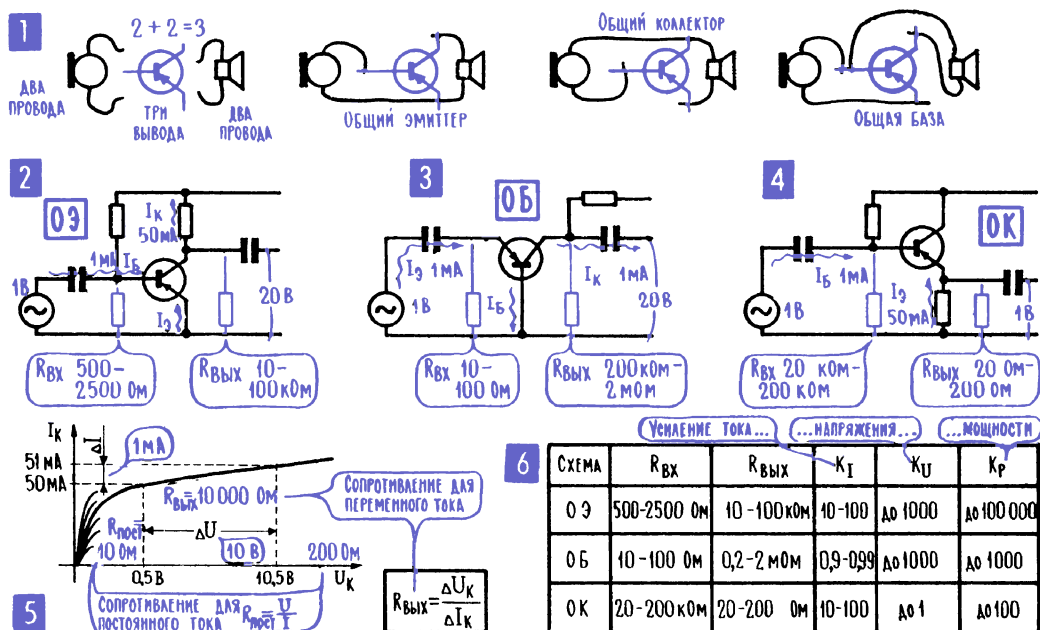
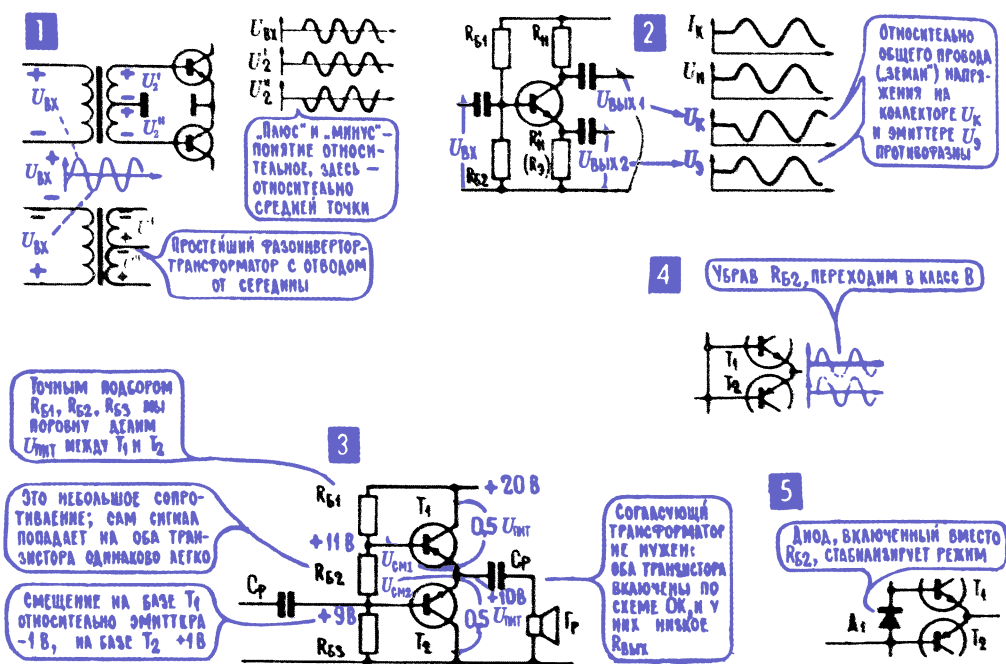
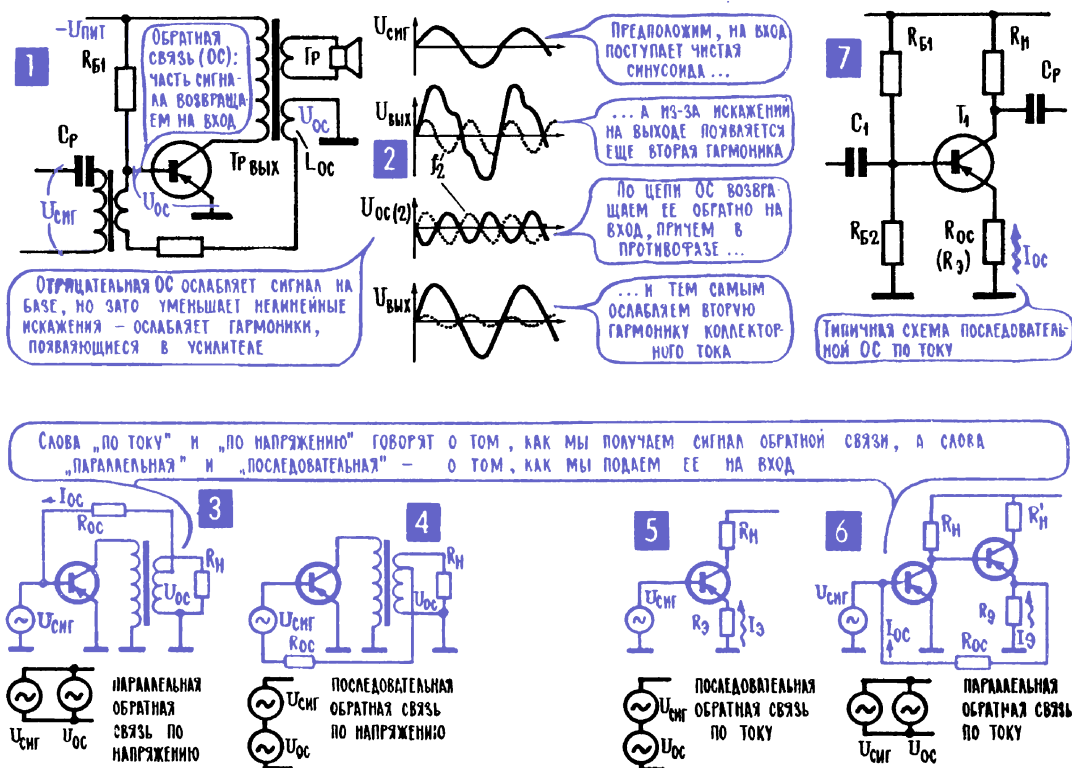

Рис. 12.4. Три возможные схемы включения транзистора: с общим эмиттером, общей базой и общим коллектором
Рис. 12.10. Получение противофазного напряжения и различные варианты двухтактного каскада
Рис. 12.11. Обратные связи
8. У схем с общим эмиттером (ОЭ), с общей базой (ОБ) и общим коллектором (ОК) сильно различаются входные и выходные сопротивления и основные усилительные характеристики. Рассказ этот можно было бы озаглавить « $2 + 2 = 3$ ». Такое странное равенство должно привлечь внимание к задаче, которую приходится решать при включении транзистора или лампы в усилительный каскад. Дело в том, что у транзистора всего три вывода – эмиттер, база, коллектор (у лампы, соответственно, катод, сетка, анод), а подключить к нему нужно четыре провода: два от источника сигнала, например от микрофона, и два от нагрузки, например от громкоговорителя (рис. 12.4; 1).
Подключить четыре провода к трем ($2 + 2 = 3$) можно только так: один из выводов транзистора должен быть общим и для входной цепи, и для выходной, то есть и для источника сигнала, и для нагрузки. В принципе, общим может быть любой из выводов, а значит, возможны три разные схемы – с общим эмиттером (ОЭ), с общей базой (ОБ) и с общим коллектором (ОК). В ламповых усилителях это, соответственно, схемы с общим катодом, общей сеткой и общим анодом. На рис. 12.4; 1, 2, 3, 4 вы видите схемы ОЭ, ОБ и ОК в предельно упрощенном виде.
Теперь о входном сопротивлении $R_{ВХ}$ и выходном $R_{ВЫХ}$. И входная цепь транзистора, и особенно выходная оказывают разное сопротивление постоянному и переменному току. Лучше всего это видно на примере коллекторной цепи открытого транзистора (рис. 12.4; 5). В реальном случае при напряжении на коллекторе 0,5 В через транзистор идет постоянный ток до 50 мА, для постоянного тока сопротивление коллекторной цепи 10 Ом. Но если мы попробуем менять напряжение и следить за изменением тока, то получим иную цифру – коллекторный ток очень мало меняется при изменении напряжения на коллекторе. Если напряжение U_K увеличить от 0,5 В до 10,5 В, то есть на 10 В, ток увеличится всего на 1 мА. Так менялся бы ток, если бы в цепи было включено сопротивление 10 кОм, и именно такое сопротивление оказывает транзистор меняющемуся коллекторному току, его переменной составляющей. А поскольку продукция транзистора, которую он должен передать дальше, не постоянный ток, а переменный, то можно считать, что эта последняя величина и есть выход-
Примечание редактора. Схема с общей базой (ОБ) традиционно рассматривается в учебниках, но на практике применяется редко: в основном в высокочастотных схемах, так как позволяет «выжать» максимум из частотных свойств транзистора. При этом в реальных схемах вы почти никогда не встретите непосредственного соединения базы с общим проводом – как правило, «закорачивание» ее на «землю» осуществляется через конденсатор достаточной емкости (см. следующий раздел). Схема ОК (эмиттерный повторитель), наоборот, встречается очень часто, так как позволяет согласовать источник с высоким выходным сопротивлением с достаточно мощной нагрузкой (см. пример применения этой схемы в оконечном каскаде усилителей НЧ, рис. 12.10; 3 и раздел 14). Кроме того, надо специально подчеркнуть, что схемы ОК и ОБ не инвертируют входной сигнал, то есть выходной сигнал совпадает по фазе с входным (в пределах частотных ограничений для данного транзистора, см. раздел 18 этой главы); тогда как у наиболее распространенной схемы ОЭ фаза выходного сигнала на коллекторе противоположна фазе входного.
На рис. 12.4; 6 – сводная таблица основных характеристик схем ОЭ, ОБ и ОК: из этой таблицы можно сделать некоторые выводы об особенностях этих схем.
То, что напряжения $U_{\text{вх1}}$ и $U_{\text{вх2}}$ именно противофазны относительно средней точки, связано только с определенным включением обмоток Π_A и Π_B . Не забудьте: поменять местами концы обмотки – это значит повернуть фазу на 180° (гл. 11; 7). Противофазными напряжения $U_{\text{вх1}}$ и $U_{\text{вх2}}$ получают в том случае, если обмотки I , Π_A и Π_B намотаны в одну сторону и начало одной из них соединено с концом другой. То есть если сделан отвод от средней точки всей вторичной обмотки (см. далее рис. 12.10; 1).
Еще в ламповую эпоху, а особенно с появлением транзисторов разной проводимости, было найдено много остроумных схемных решений, позволивших строить бестрансформаторные усилители НЧ. В числе схемных находок, например, бестрансформаторный фазоинвертор (в переводе «поворачиватель фазы»), то есть схема, с помощью которой получают два противофазных выходных напряжения, показанный на рис. 12.10; 2. Этот каскад – гибрид схемы ОЭ (нагрузка в цепи коллектора) и схемы ОК (нагрузка в эмиттере). На вход, как обычно, поступает один сигнал $U_{вх}$, а на выходах появляются два сигнала $U_{вых1}$ и $U_{вых2}$ с противоположными фазами. Противоположные фазы у этих напряжений получаются потому, что одно из них снимается с коллекторной нагрузки, а второе – с эмиттер-
Включение транзисторов по схеме ОК, которая, как известно, отличается низким выходным сопротивлением (рис. 12.4), позволяет в выходных каскадах отказаться от согласующего трансформатора и включать громкоговоритель прямо в эмиттерную цепь транзистора в качестве нагрузки. Используя транзисторы разной проводимости, можно собрать двухтактный выходной каскад без привычного фазоинвертора, например по схеме рис. 12.10; 3, которая работает в классе В (без смещения), если нет резистора R_{62} (рис. 12.10; 4), или в классе АВ, если есть R_{62} . Здесь нагрузка (громкоговоритель) включена в эмиттерные цепи обоих транзисторов, и они поочередно создают в этой нагрузке ток, складывают, сшивают из двух половинок выходной сигнал. По постоянному току оба транзистора соединены последовательно, причем напряжение общей коллекторной батареи делится между этими транзисторами поровну.
¹⁶ По этой причине схему на рис. 12.10; 2 точнее называть «фазорасщепителем».
Примечание редактора. Строго говоря, простое удаление резистора R_{62} из схемы рис. 12.10; 3 (как на схеме 12.10; 4) вводит двухтактный каскад не в режим В (в котором половинки синусоид обрезаны строго по оси абсцисс), а в режим с более глубокой отсечкой синусоиды, что приводит к существенным нелинейным искажениям сигнала. Чтобы избежать этого, между базами двухтактного каскада и устанавливают смещение, приоткрывая транзисторы, то есть вводя каскад в режим АВ. Смещение вводят с помощью либо резистора, либо диодов (обычно двух или даже трех). Для надежного преодоления начального нелинейного участка характеристики транзисторов минимальное количество диодов равно двум; третий включают для надежного смещения; при этом, однако, растет ток покоя и снижается КПД усилителя. Для лучшей температурной стабилизации диоды плотно прижимают к радиаторам выходных транзисторов с целью выравнивания температур всех $p-n$ -переходов.
Очень широко используются обратные связи в технике, в частности в электронике. Один из примеров нам уже знаком – это генератор с самовозбуждением. Небольшая часть энергии, переданная по цепи обратной связи с выхода транзистора на его вход, дает указания, как нужно «открывать кран», то есть как нужно менять напряжение на базе (причина), чтобы поддержать изменения коллекторного тока (следствие). Используется обратная связь и в усилителях низкой частоты, но, в отличие от генераторов, уже не положительная обратная связь (рис. 11.2; 3, 4), а отрицательная (рис. 11.2; 5). Это значит, что сигнал обратной связи U_{oc} не помогает, а мешает поступающему с предыдущего каскада сигналу $U_{сиг}$, действует с ним в противофазе, уменьшает общее напряжение $U_{вх}$ на входе усилителя (рис. 12.11; 1).
Можно сразу сказать, что отрицательная обратная связь снижает усиление каскада – раз ослабляется входной сигнал, то уменьшается и выходной, слабее становится «мощная копия». Но зато отрицательная обратная связь позволяет делать то, чего никаким иным способом добиться не удалось бы, – она позволяет снизить нелинейные искажения, которые появляются в каскаде. Крайне упрощенно это показано на рис. 12.11; 2.
Иногда отрицательной обратной связью охватывают один каскад усилителя, а иногда сразу несколько каскадов. При этом существует четыре варианта обратной связи, к которым в итоге сводится все многообразие схем. Вот эти четыре варианта: последовательная и параллельная обратная связь по напряжению и последовательная и параллельная обратная связь по току. Слова «последовательная» и «параллельная» говорят о том, каким способом обратная связь вводится во входную цепь: последовательно с источником сигнала или параллельно ему. А слова «по напряжению» и «по току» говорят о том, как сигнал обратной связи получают с выхода усилительного каскада. Если напряжение обратной связи определяется током усилительного каскада и мало зависит от выходного напряжения, то это обратная связь по току. Так, например, если в схеме ОЭ в цепь эмиттера включен резистор $R_{\text{э}}$ без обычного конденсатора $C_{\text{э}}$ (рис. 12.11; 5), то на этом резисторе создается напряжение обратной связи, и это напряжение как раз и определяется коллекторным током, то есть $R_{\text{э}}$ является элементом обратной связи по току.
Если в этой схеме мы будем менять выходное напряжение, например изменяя сопротивление нагрузки $R_{\text{н}}$, то напряжение обратной связи практически не изменится. А вот на схеме ОК (эмиттерный повторитель, рис. 12.4; 4 и 12.6) напряжение обратной связи – это фактически напряжение на самой нагрузке, которая включена в цепь эмиттера (в коллекторной цепи теперь уже резистора нет), и всякое изменение выходного напряжения – это одновременно и изменение обратной связи. То есть схема ОК создает обратную связь по напряжению¹⁷. Так же, как и схема, в которой напряжение обратной связи снимается прямо со вторичной обмотки выходного трансформатора (рис. 12.11; 1).